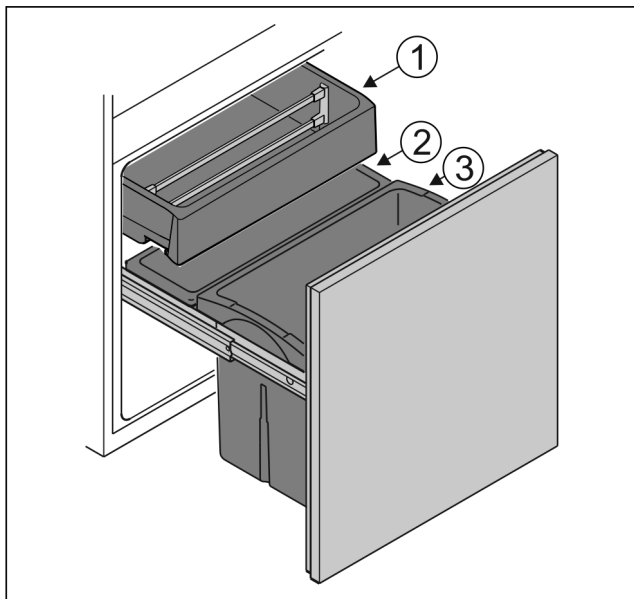

Fig. 6
- ▶ Beholder Fig. 6 (1): Lagre uinnpakke grønsaker og sydlige frukter.
- ▶ Beholder Fig. 6 (2): Lagre uinnpakke, små frukt- og grønnsakssorter.
- ▶ Beholder Fig. 6 (3): Lagre enkeltflasker.